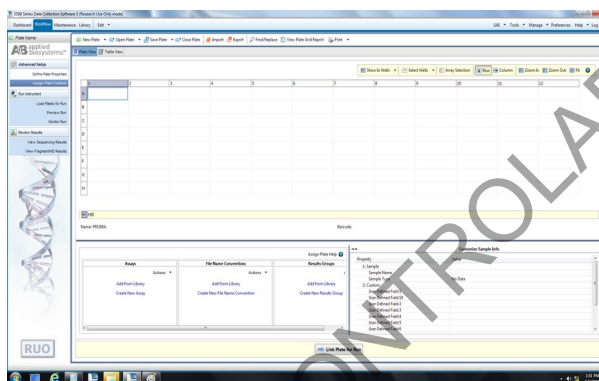

Figura 32. Cuadro Dialogo para la asignación de los archivos de la placa.
**7.15.4** Seguidamente aparece la pantalla para asignar los contenidos de la placa (ver figura 32). De click en la celda correspondiente y proceda a escribir el nombre de las muestras con base en el Esquema de montaje de Muestras para Electroforesis Capilar descrito en el Formulario "Lista de Verificación Procedimiento Amplificación y Post Amplificación de Marcadores Genéticos por PCR: Sección de Bioquímica" o en Formulario: Montaje De muestras en equipos de la Unidad de Genética Forense "